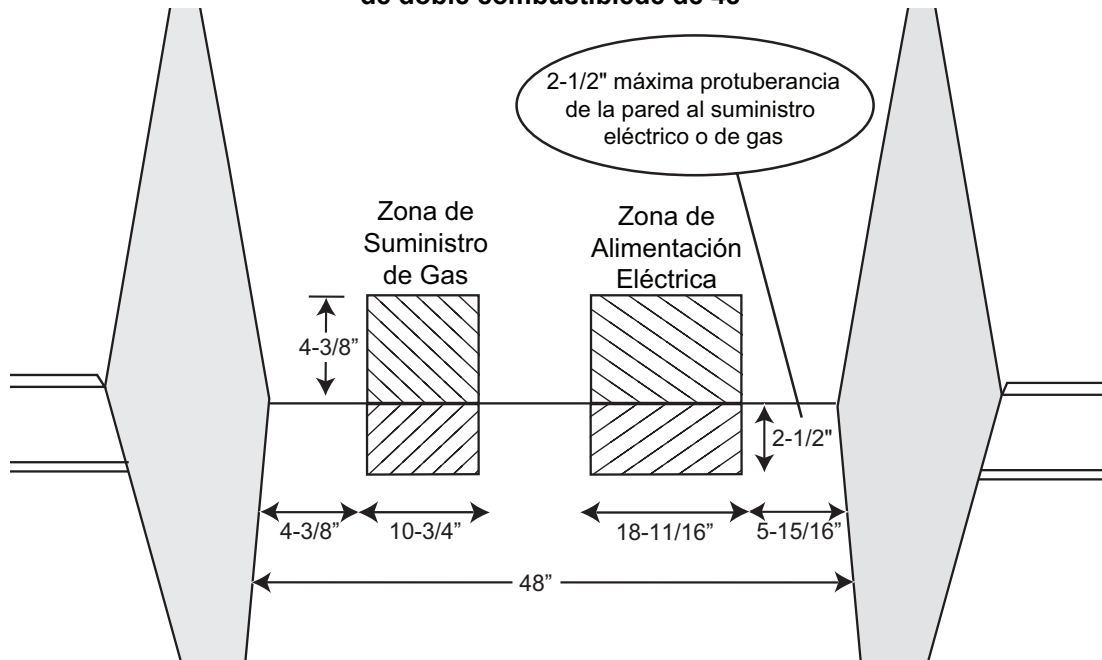

Figura 3a: Suministro eléctrico y de gas para las estufas de doble combustible
3. El suministro eléctrico y de gas debe quedar dentro de la zona indicada en la Figura 3a.